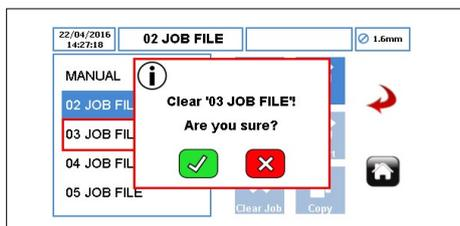

Figure 11 Effacer le fichier de travail
7. EFFACER LE TRAVAIL – efface tous les paramètres et les données d'étalonnage du fichier de travail en surbrillance. Lorsque l'utilisateur sélectionne l'icône, une fenêtre l'invite à confirmer sa sélection, comme illustré à la figure 11.